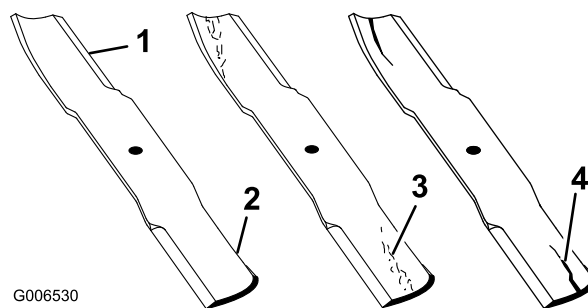

Figura 53
1. Inspeccione los filos de corte (Figura 53). Si los bordes no están afilados o tienen muescas, retire las cuchillas y afílelas. Consulte Afilado de las cuchillas.
2. Inspeccione las cuchillas, especialmente la parte curva (Figura 53). Si observa daños, desgaste o la
formación de una ranura en esta zona (elemento 3. en la Figura 53), instale de inmediato una cuchilla nueva.